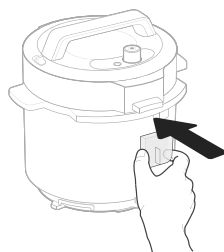

Figure 10.6
3. Remplacez le collecteur de condensation. **[Figure 10.6]**